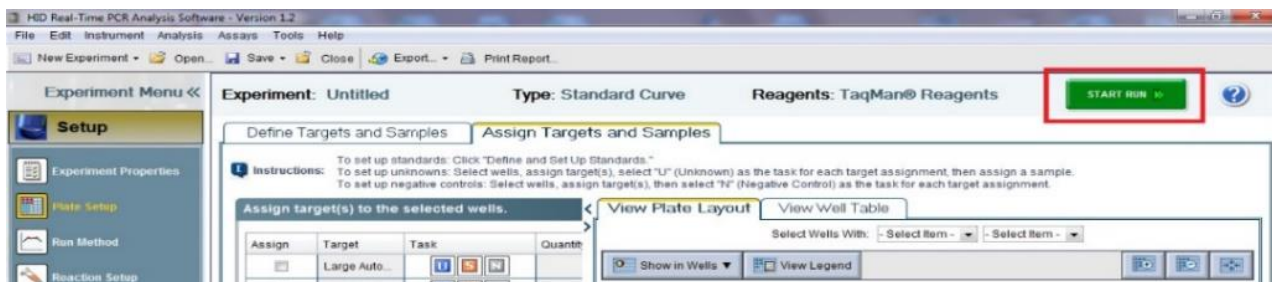

Рисунок 37
9. Нажать кнопку «**START RUN**» (рисунок 37):